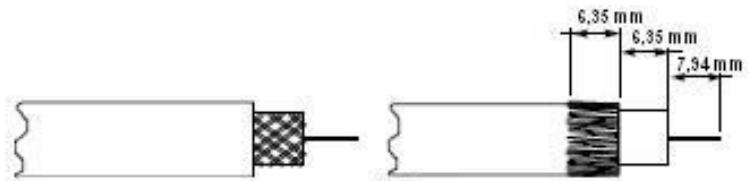

Bild 1
3. Setzen Sie das Kabel wie folgt ab: Innenleiter 7,94 mm, Dielektrikum und Geflecht je 6,35 mm. (Bild 1). Um das Absetzen zu erleichtern, bietet Fuba Absetzwerkzeuge wie z.B. OVZ 115 an.
5. Bei 3-fach oder 4-fach geschirmten Leitungen müssen Sie die äußere Folie entfernen. Falten Sie den Geflechtsschirm um 180° über den Kabelmantel zurück. Stellen Sie sicher, dass sich das umgeschlagene Geflecht nicht bauscht oder zusammenballt (Bild 1).